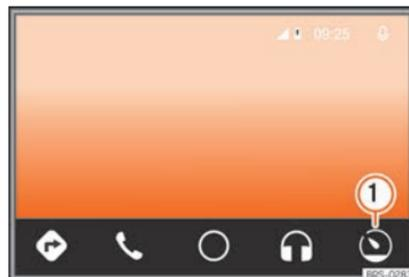

Fig. 221 Menu de Android Auto™
- No serviço Android Auto™ pressione o botão de função »» **Fig. 221 ①**.